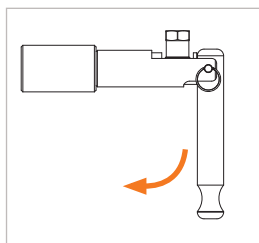

Figure 4
- ▶ Actionnez le levier de serrage (pos. 2) à 90° vers le bas. (Figure 4) Le connecteur s'ajuste automatiquement à la pièce d'essai afin d'établir une connexion étanche.